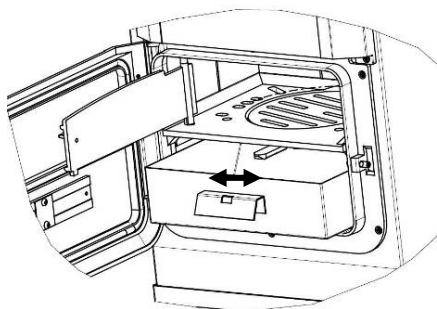

Bild 13
9. Rüttelrost (innen) (Bild 13)